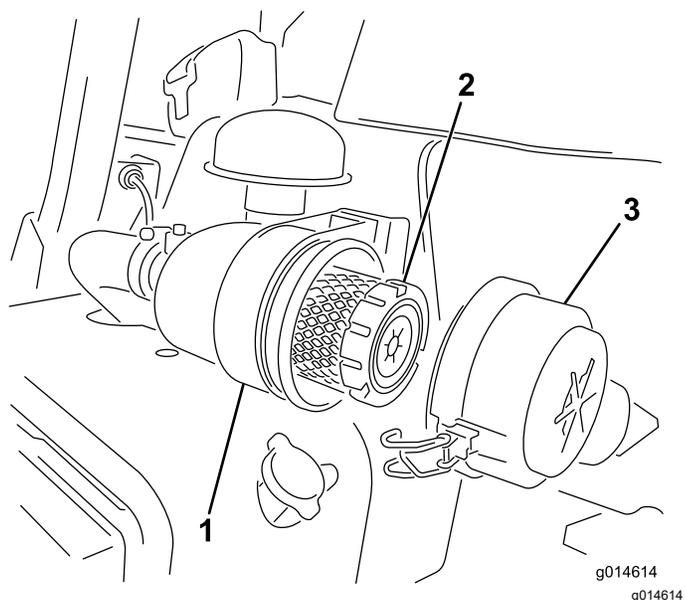

图 31
1. 松开将空气滤清器盖固定到空气滤清器壳体上的搭扣图 31。
7. 固定搭扣 (图 31)。